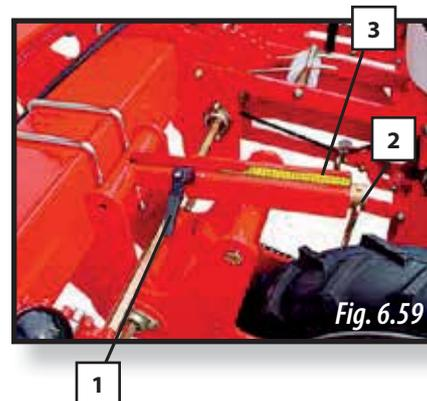

Fig. 6.59
- 2- Aflojar la palanca de fijación (1, Fig. 6.59).
- 3- Girar la manivela (2, Fig. 6.59) hasta situar la rueda a la altura deseada, para regular la rueda ayúdese de la escala graduada (3, Fig. 6.59).
- 4- Fijar la posición mediante la palanca (1, Fig. 6.59).